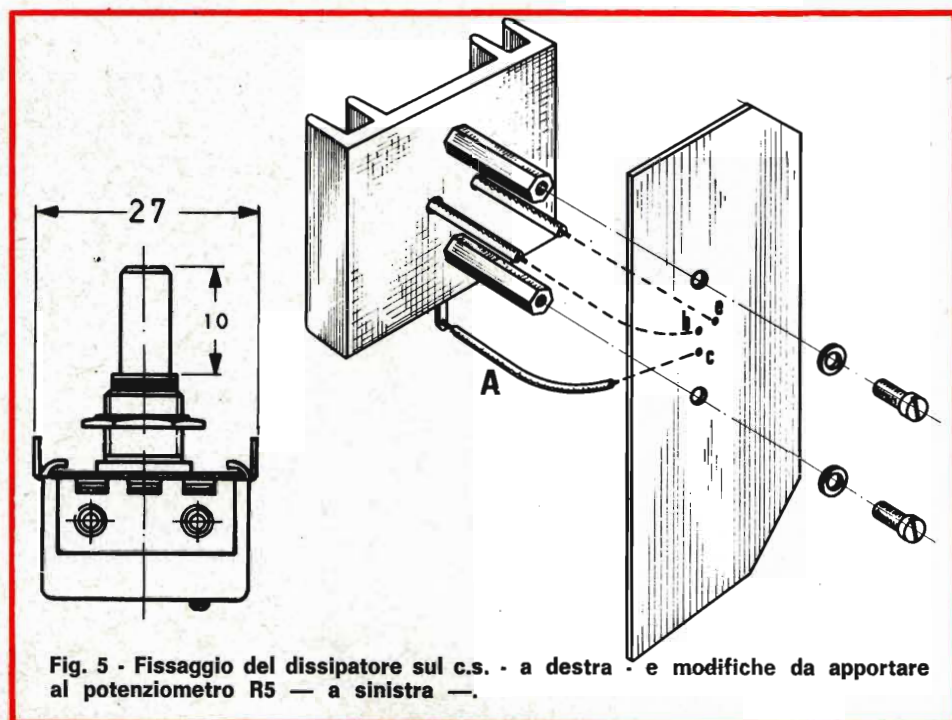

Fig. 5 - Fissaggio del dissipatore sul c.s. - a destra - e modifiche da apportare al potenziometro R5 - a sinistra -.
due spezzone di tubetto sterlingato del \varnothing di 3 mm e di lunghezza cm 3. (Vedi i particolari fig. 5).
- Collegare l'altra estremità del collegamento A al terminale del collettore di TR2. Vedi particolari di fig. 5.